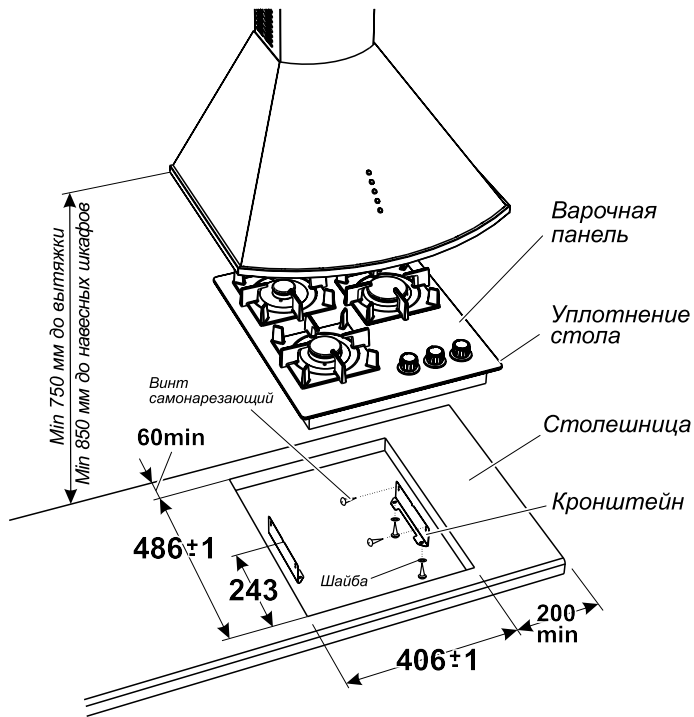

Рис. 12 МОДЕЛЬ ПВГ 2100-01; ПВГ 2100-02
1. Точно разметить на столешнице контур проема под варочную панель в соответствии с рис. 12 - 21.